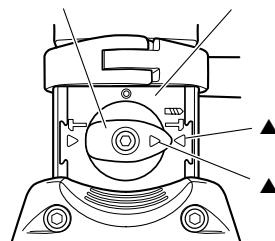

Fig. 6
**(1) Cambio a "rotación + martilleo"**
- Alinee ▲ de la palanca selectora con ▲ del lado  de la cubierta inferior, como se muestra en la Fig. 6.